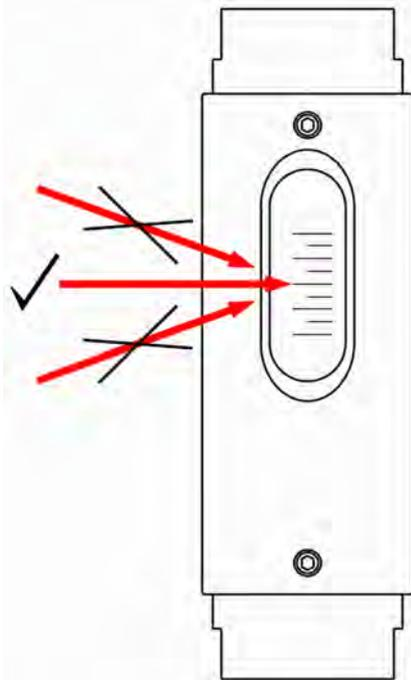

Abb. 34: Messskala ablesen
2. → Geradeaus auf die Messskala blicken (Abb. 34, mittlerer Pfeil). Durch einen Blickwinkel von oben oder unten kann der Ablesewert verfälscht werden